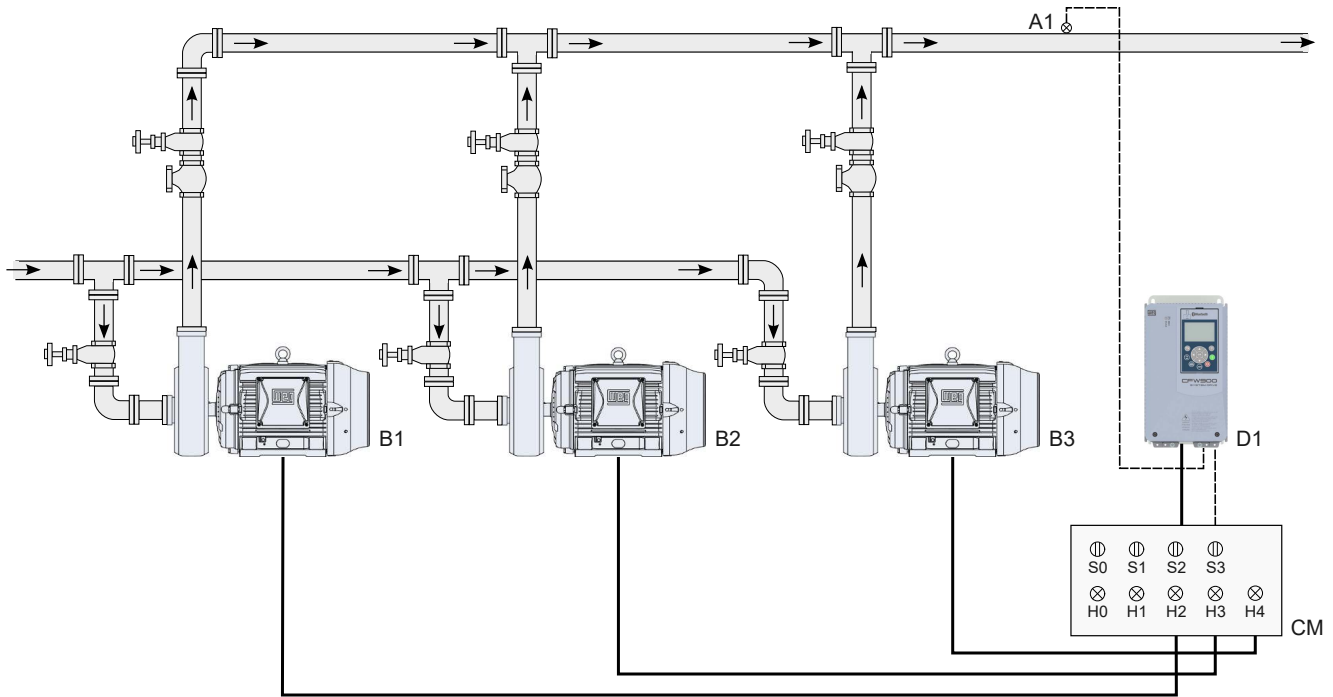

Figura 3.15: Aplicación Pump Genius Multipump con control móvil y setpoint (consigna) del control vía HMI
La Figura 3.15 en la pagina 3-18 muestra un accionamiento típico con tres bombas en paralelo y setpoint (consigna) del control vía HMI, siendo básicamente compuesto por:
Las señalizaciones H0, H1, H2, H3 y H4 no son necesarias para el funcionamiento del Pump Genius Multipump con control móvil, que se utilizan para indicar la condición de funcionamiento de las bombas en el cuadro de mando (CM). En la Figura 3.15 en la pagina 3-18, las señalizaciones H1, H2 y H3 vienen de contactos auxiliares de los contactores K1, K1.1, K2, K2.1, K3 y K3.1 que accionan las bombas 1, 2 y 3 como se muestra en la Figura 3.18 en la pagina 3-22.